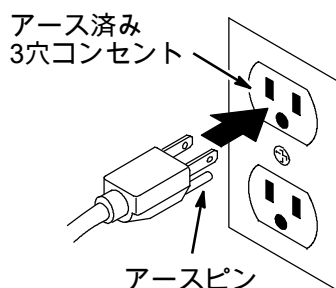

図 2
1. 電源コードをアースのあるコンセントに差します (図 2)